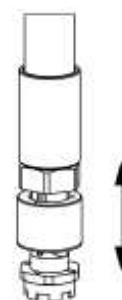

Fig. 7
- Verificare la mobilità verticale del galleggiante (fig. 7).